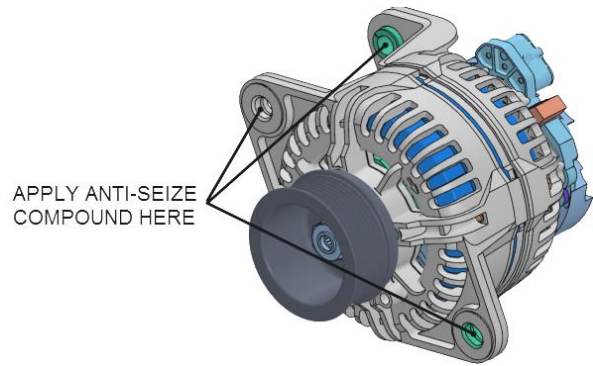
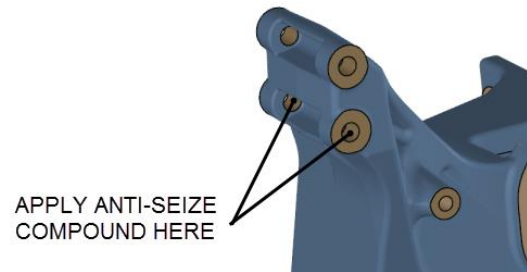

FIGURE 44
FIGURE 45
4. Appliquer du compose anti-grippage (anti-seize compound) (Prevost p/n: 680335) à l'intérieur des œillets de montage de l'alternateur et à l'intérieur des douilles du support d'alternateur (voir FIGURE 44 & FIGURE 45).